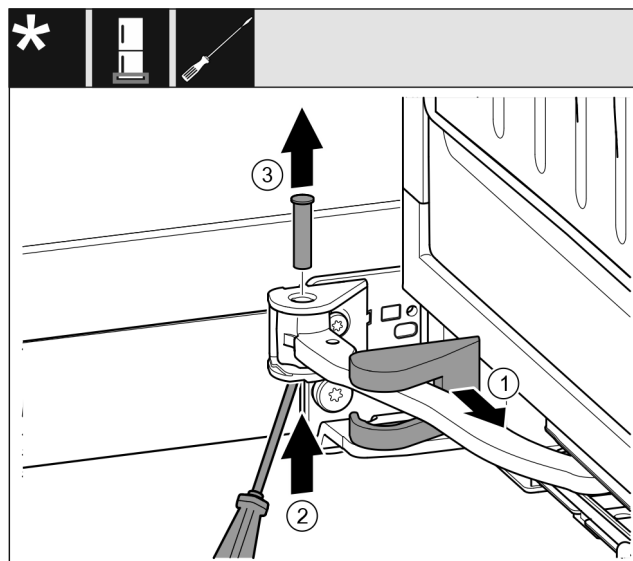

Fig. 17
- ▶ Húzza le a csapágybak fedelét Fig. 17 (1), és tolja el a csukló mentén.
- ▶ Csavarhúzóval emelje fel letről a csapszeget Fig. 17 (2).
- ▶ Húzza ki felülről a csapszeget Fig. 17 (3).